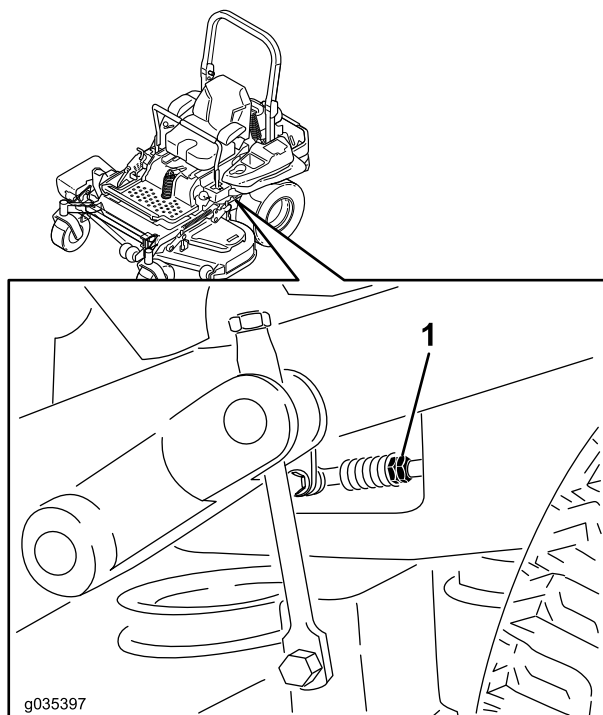

Figura 89
9. Ajuste la longitud de la varilla de control de la bomba girando las tuercas dobles de la varilla en el sentido apropiado, hasta que las ruedas se muevan ligeramente en marcha atrás (Figura 89).